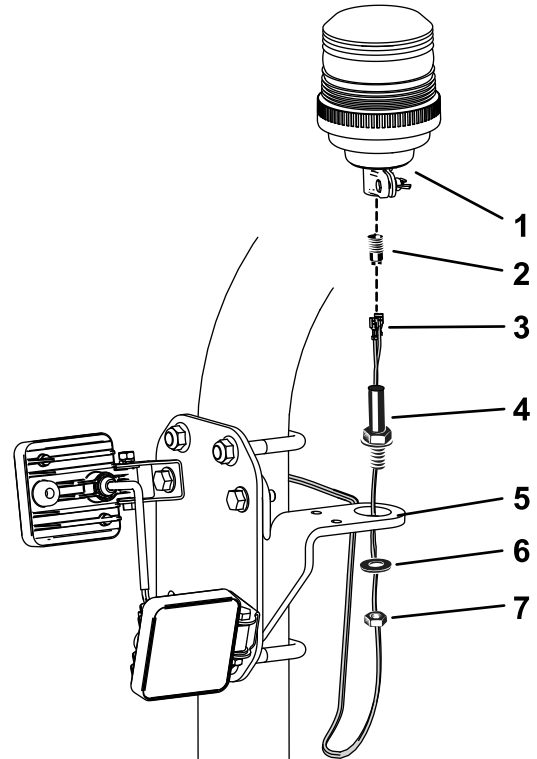

Figure 5
Remarque: Le connecteur du gyrophare peut être dévissé de la douille pour permettre la connexion (Figure 5).
7. Montez le gyrophare sur le support, comme montré à la Figure 5.